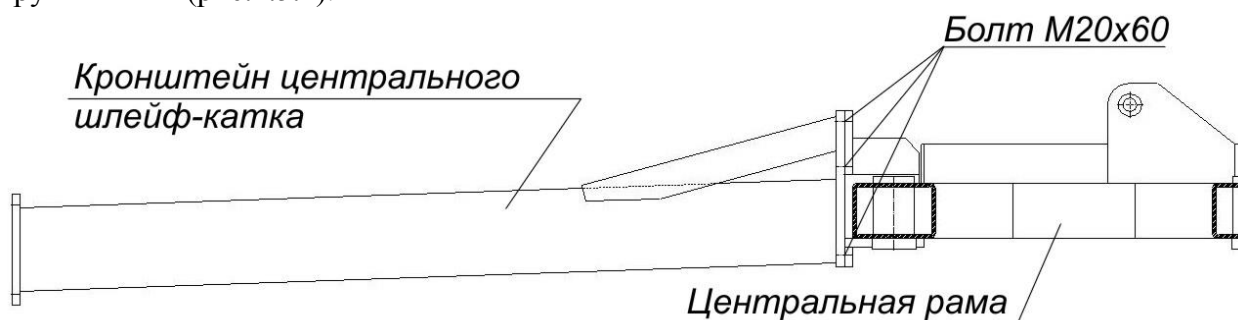

Рис. 4.5.1.
4.5.1. Установите на центральную раму кронштейны центрального (большого) шлейф-катка, совместив установочные пластины и зафиксировав их болтами M20x60мм, гайками и шайбами пружинными (рис.4.5.1).